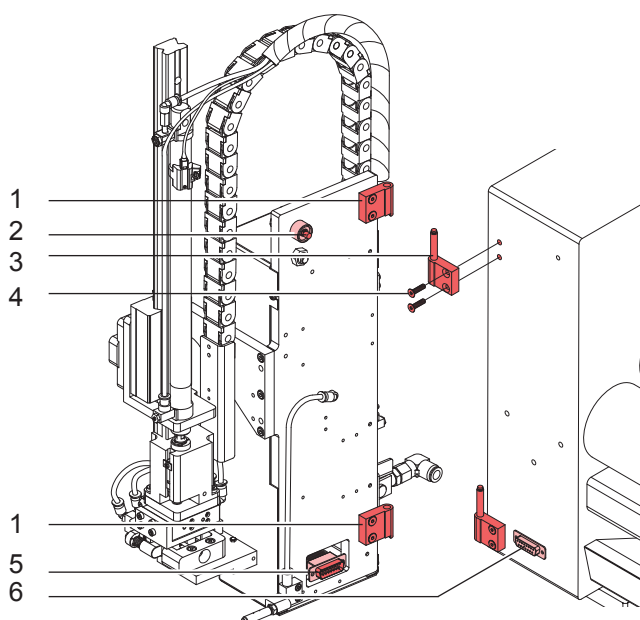

Figure 4 Montage et branchements
1. Monter les charnières (1 et 3) comme sur la figure 4.
2. Accrocher l'applicateur à l'aide des charnières (1) dans les parties (3).
3. Brancher le connecteur SUB-D15 de l'applicateur (5) sur la prise (6) de l'imprimante.
4. Pivoter l'applicateur et le fixer sur l'imprimante à l'aide de la vis (2).